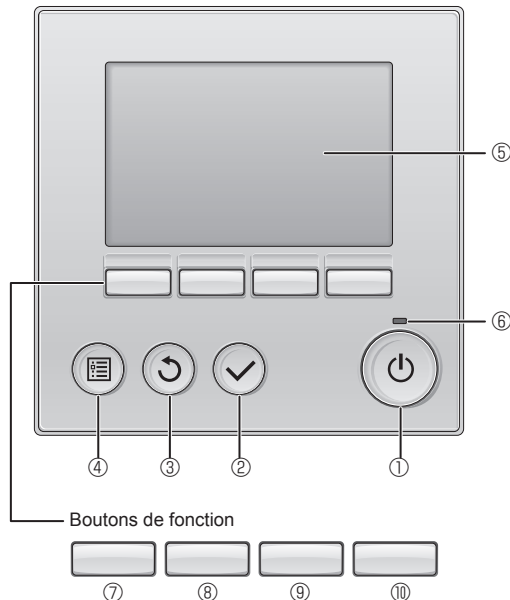

Fig. 6-1
6.2.1. Utilisation de la télécommande filaire (Fig. 6-1)
① Bouton [ON/OFF] (MARCHE/ARRÊT)